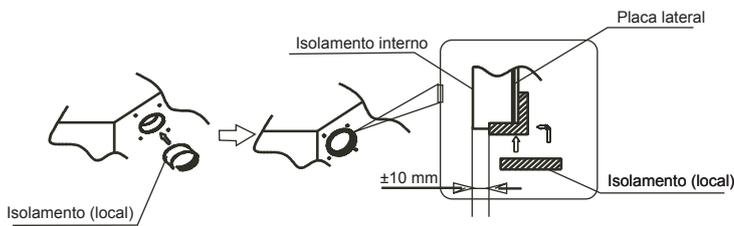

Fig. 5-5
- Colocar o isolamento bem apertado em redor do orifício da unidade, como apresentado. As extremidades da placa lateral e do isolamento interior têm de estar completamente coladas sem deixar qualquer folga em redor da circunferência do orifício. Garantir que a superfície interior do isolamento está em contacto direto com a extremidade do isolamento interior e a placa lateral. (Consultar fig.5-5)